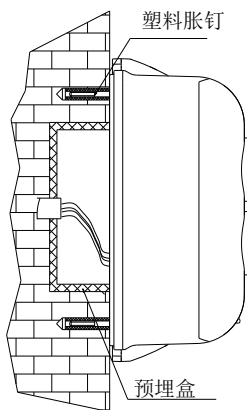

图 9 穿线管预埋安装示意图
(1) 穿线管预埋
- e. 用两个塑料胀钉及两个平垫圈将探测器底盘牢固的固定在墙壁上。安装示意图如图 9。